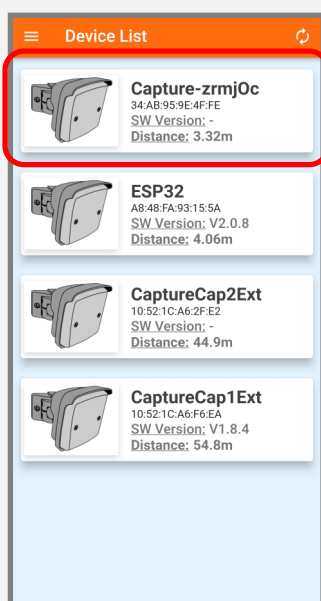

Fig 1
- 1) Dopo aver aperto l'app, selezionare il dispositivo dalla lista. Fig 1